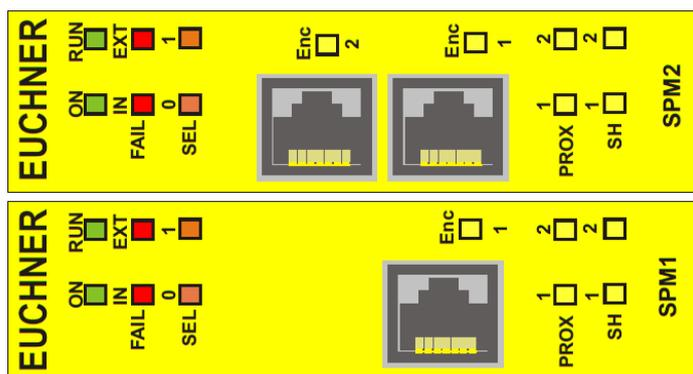

Figura 40:
8.4.13. Moduli SPM0, SPM1, SPM2 (Figura 40)